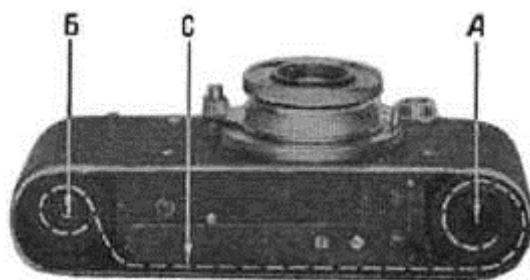

Рис. 3
1. Выньте из аппарата катушку «Б» с заснятой пленки (рис. 3).